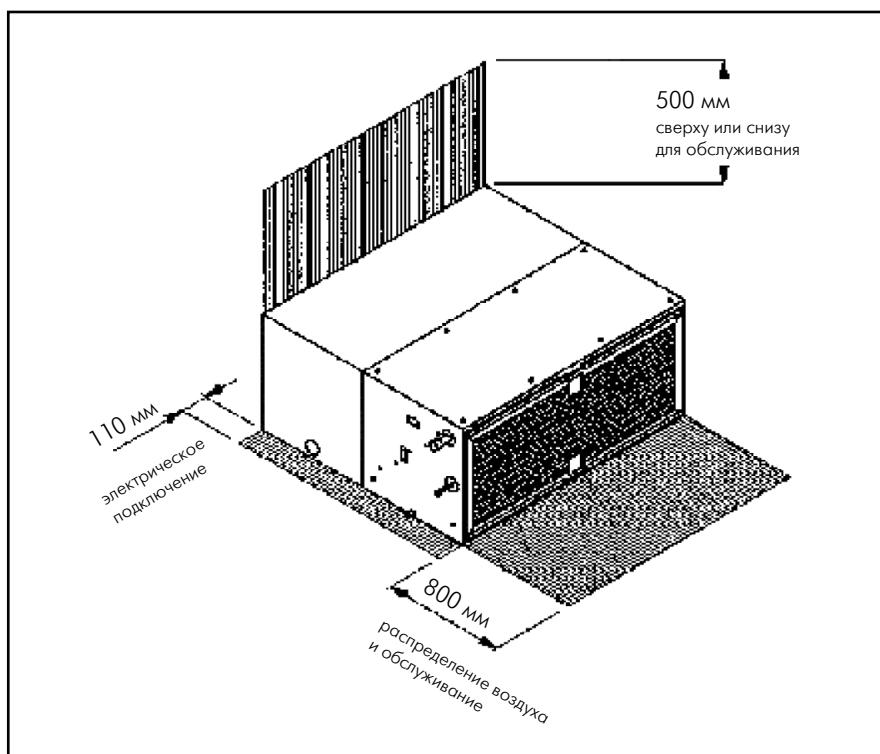

Рис. 3. Минимальные зазоры вокруг агрегата
- Если рядом устанавливаются несколько блоков, между ними должно быть достаточное расстояние (см. рис. 3).
- Патрубки для подключения фреонового трубопровода расположены в левой части секции теплообменника 40MS (см. рис. 3).
При установке рядом нескольких блоков кондиционеров, расстояние между ними должно быть не меньше, чем указанные на рис. 3 минимальные зазоры вокруг каждого агрегата.